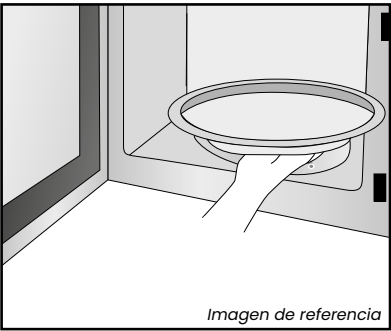

Figura 7
- No utilice el horno sin que la bandeja de vidrio este instalada en su lugar. **(Ver figura 7).**